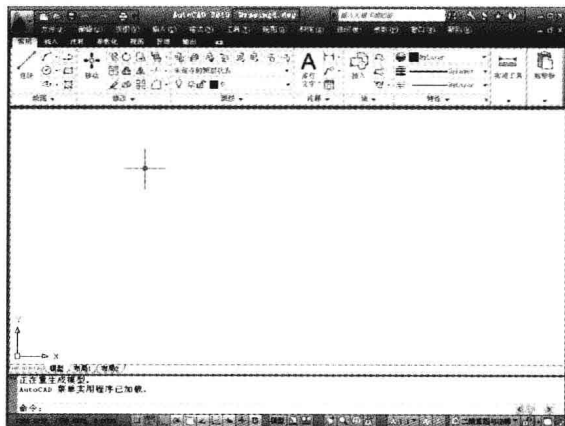

图1-7 “Drawing4.dwg”图形文件
④ 单击“确定”按钮，即可完成创建图形文件的操作，即创建一个名称为“Drawing4.dwg”的图形文件，如图 1-7 所示。